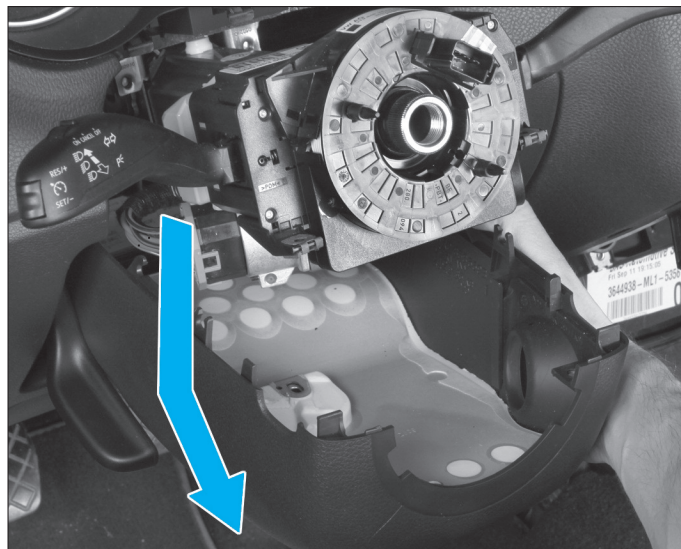

FIG. 31
- Dégrafer de la colonne de direction puis extraire avec précaution la partie inférieure d'habillage du volant, sans détériorer ses fixations en plastiques (Fig.31).